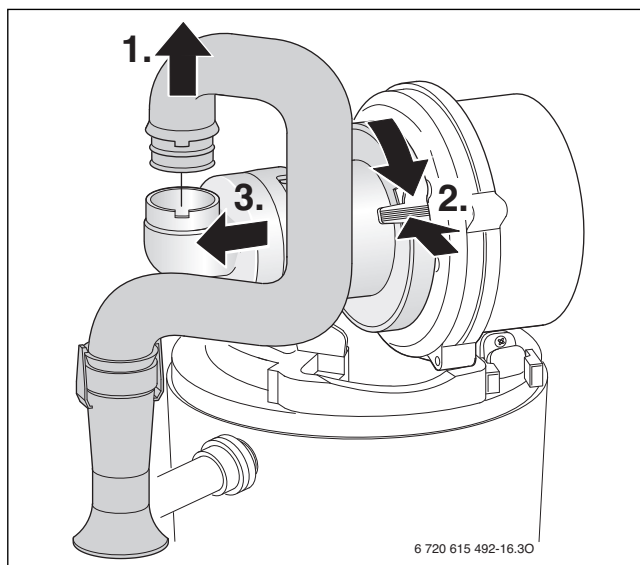

Bild 56 Saugrohr und Mischeinrichtung ausbauen
- Mischeinrichtung nach Bild 56 ausbauen.